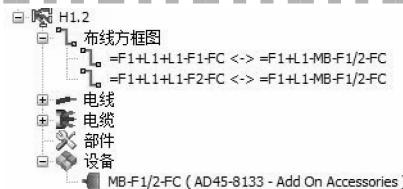

图 1-3 检查线束
**步骤4 检查线束** 单击【线束】，在【线束管理器】中展开 H1.2 显示布线方框图和设备，如图 1-3 所示。